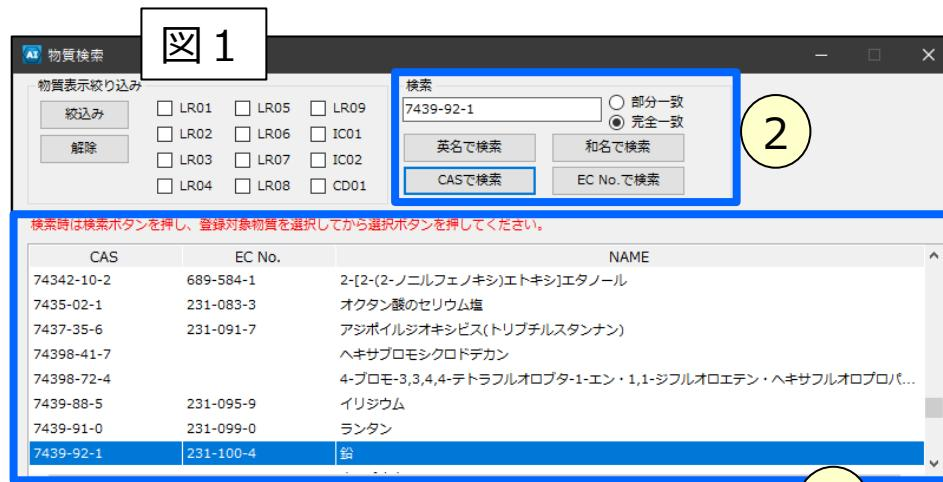

図 2
- ② CAS番号などで検索します。
- ③ 選択された物質を確認後、**選択** ボタンを押します。
- ④ 図 1 の物質検索に無い物質は、成分情報画面（図 2）に直接入力してください。